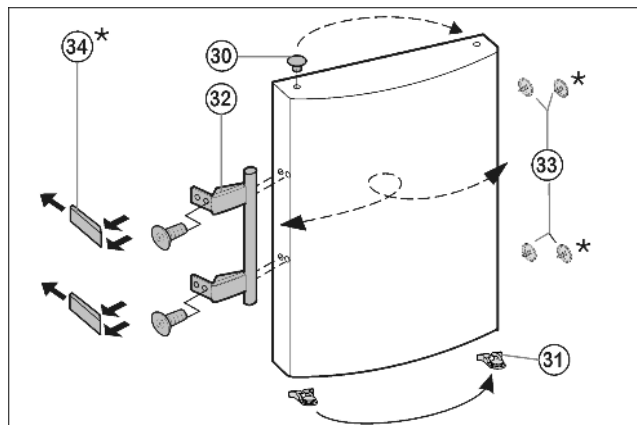

Fig. 6
- ▶ Enlever le bouchon Fig. 6 (33) du coussinet de la porte et le mettre de l'autre côté.
- ▶ Démontez la poignée de porte Fig. 6 (32), le bouchon Fig. 6 (33) et les plaques d'appui Fig. 6 (34) puis les repositionner sur le côté opposé.